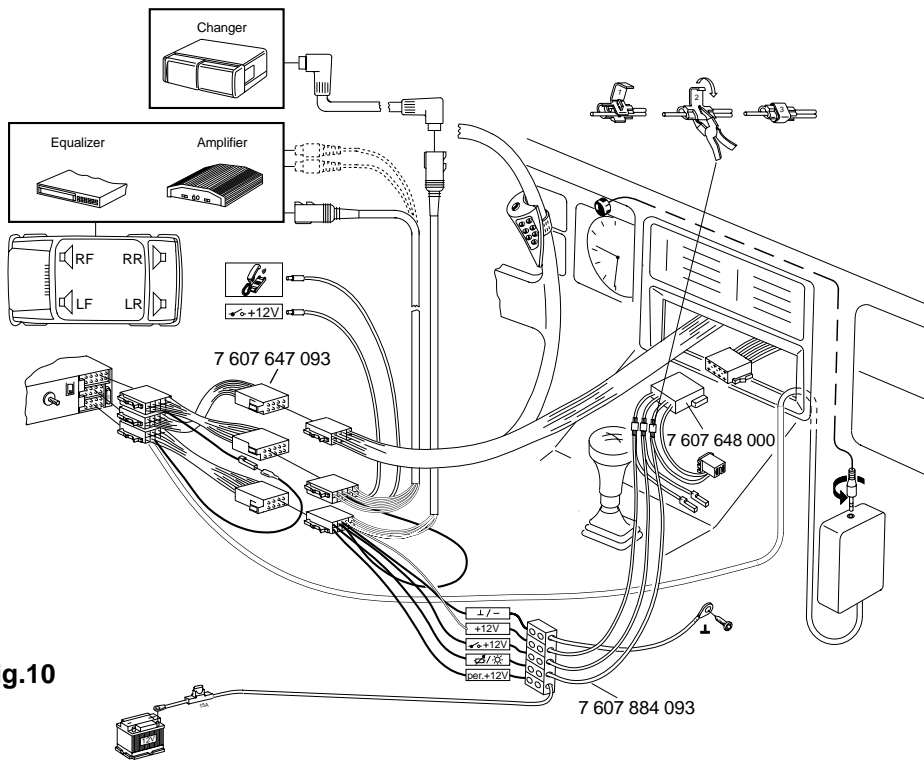

Fig.10
- Anschluß IR-Fernbedienung RC-05 ..... Fig. 10
Connection of IR remote control RC-05 .....	Fig. 10